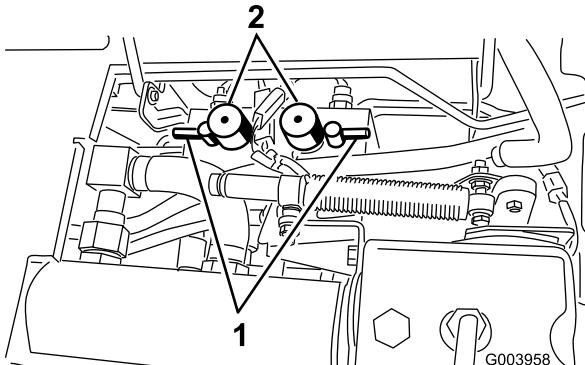

図 83
5. 両方のリール速度セレクタを 1 にセットする(図 83)。
6. バックラップスイッチで前のカッティングユニット又は後ろのカッティングユニット、あるいは両方を選択する（図 83）。